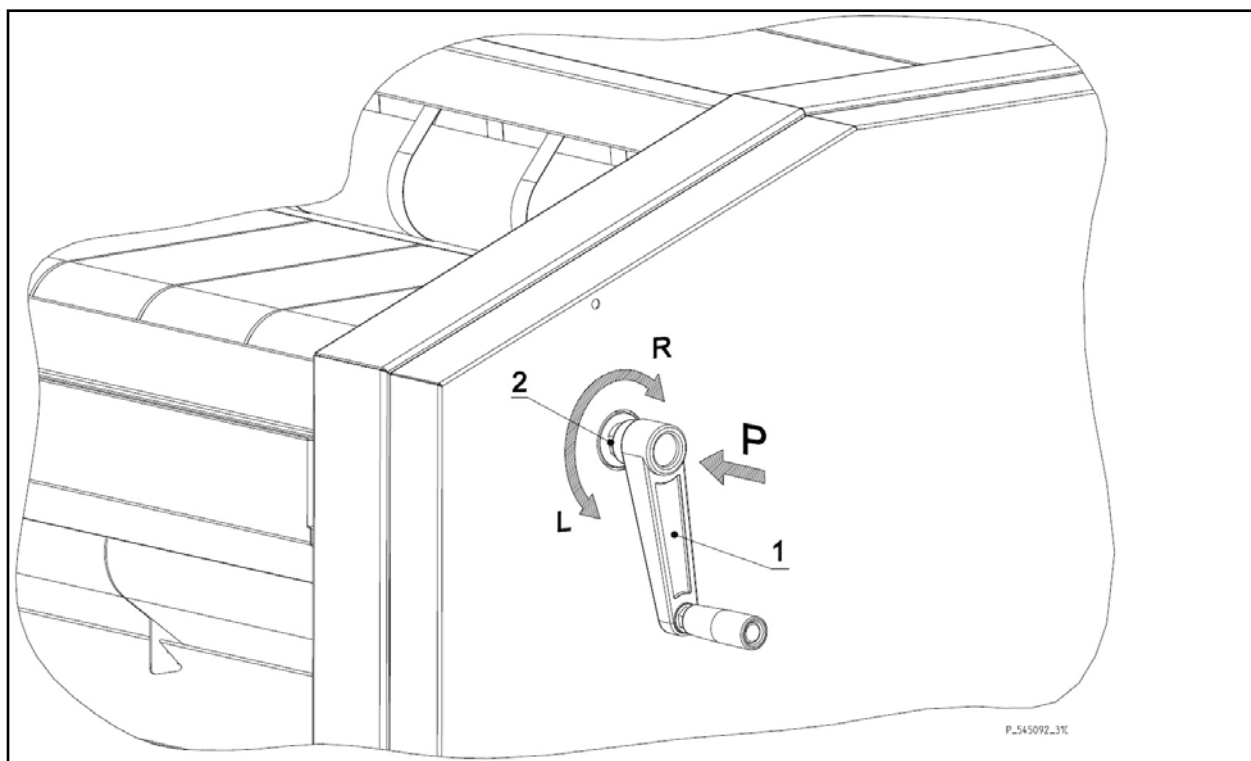

figura 5.6.
- La manivela manual, figura 5.6., es un equipo mecánico destinado al accionamiento manual de la máquina. Se encuentra en el bastidor derecho.
- Figura 5.6. – manivela manual.
- La manivela está instalada en la máquina de modo que en la posición normal no esté en contacto con el sistema de accionamiento de la máquina. La unión con el sistema de accionamiento de la máquina se produce tan sólo después de su empuje en el sentido “P”, véase la figura 5.6. El sistema dispone del acoplamiento dentado de un sentido. Si se empujara la manivela durante la marcha de la máquina, la manivela empieza a saltar. La construcción del acoplamiento asegura que si la manivela se empuja y el operador no desarrolla la presión “P” y la máquina está en marcha, la manivela misma se alarga a la posición que no esté en contacto con el sistema del accionamiento de la máquina.
- Antes del eventual desmontaje de la cubierta derecha o por otros motivos de funcionamiento es posible quitar la manivela (1) de la máquina. La manivela (1) se desmonta desenroscando en el sentido (L) del cubo (2) asegurando a la vez el cubo (2) contra el giro con la llave abierta HEX19.